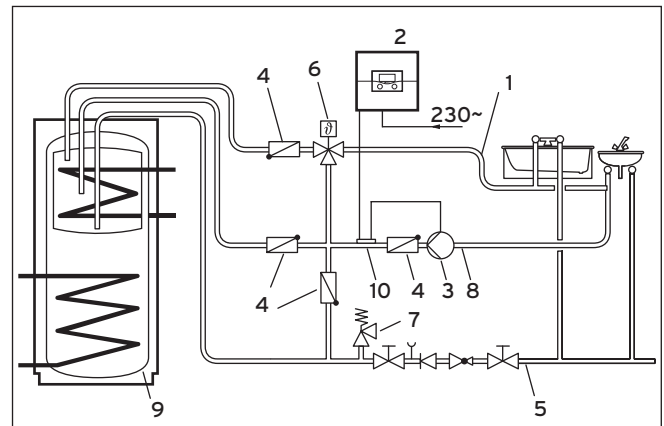

Fig. 6.5 Mitigeur thermostatique dans une conduite de circulation
- Montez le mitigeur thermostatique dans une conduite de circulation comme représenté sur la figure 6.5.